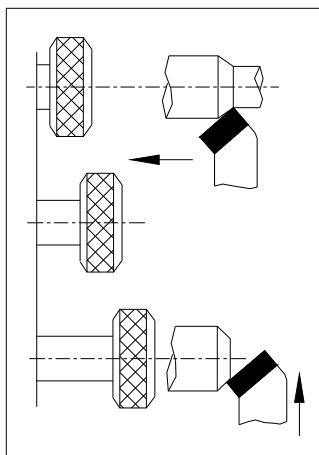

Рис.4-8
• **Коробка суппорта:** автоматическое движение подач суппорта осуществляется ходовым валом и суппортным механизмом, посредством ручки 43, рис.4-2. Включение продольной или поперечной подачи суппорта производится рукояткой 32 рис.4-2, согласно указаниям на табличке, рис.4-8.